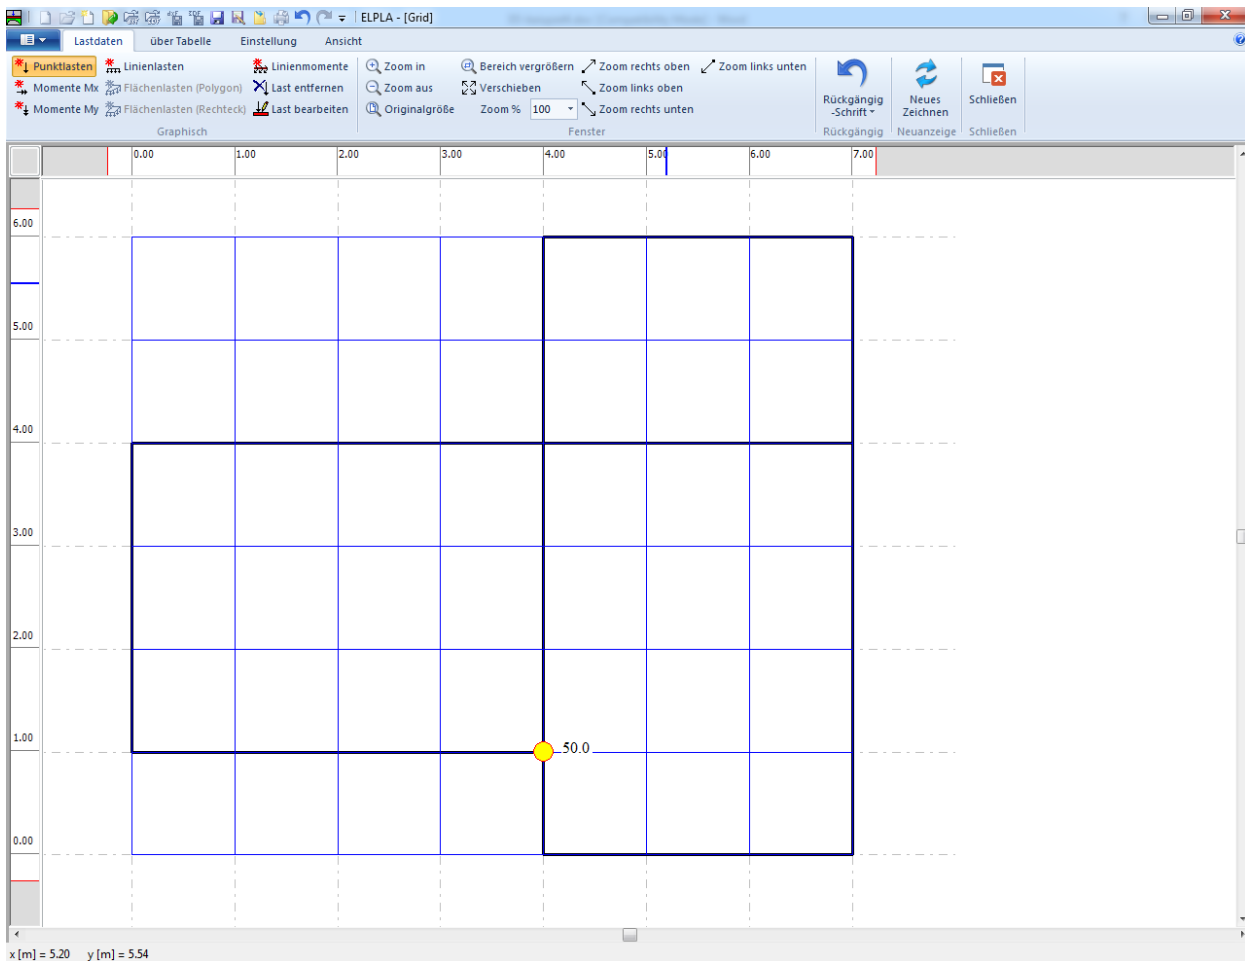

Bild 4.26 Punktlast 50 [kN] auf dem Bildschirm
Nach der Definition der Punktlast sollte der Bildschirm wie das folgende Bild 4.26 aussehen. Die Punktlasten P auf die Stäbe wurden schon mit der Lage der Stäbe (am Rand $P_1 = 10$ [kN/m] und bei den anderen Trägern $P_2 = 15$ [kN/m]) eingegeben. Sie sind in Bild 4.26 als Stabnummern 1 oder 2 bezeichnet.
- Wählen Sie den Befehl "Speichern" aus dem "Datei"-Menü im Bild 4.26, um die Lastdaten zu speichern
- Wählen Sie "Schließen" aus demselben Menü im Bild 4.26, um zum Hauptfenster des Programms *ELPLA* zurückzukehren